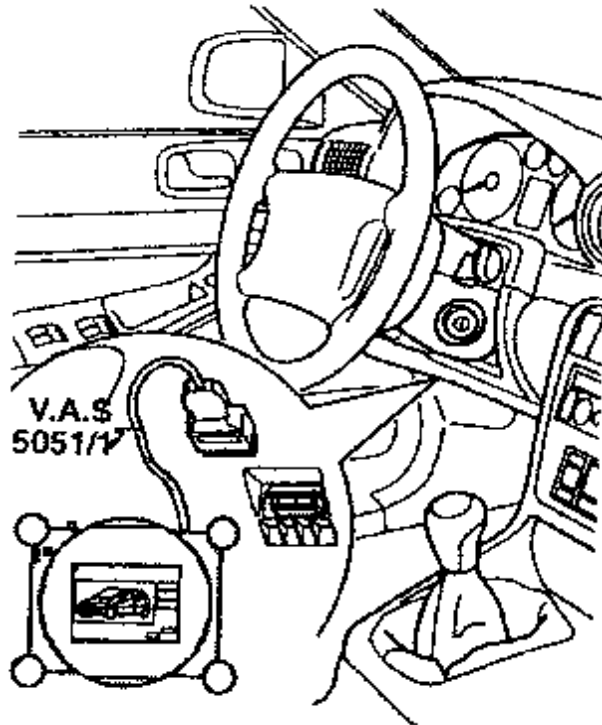

图 8-64 连接 V.A.S5051
(1) 如图 8-64 所示, 连接 V.A.S5051 或者 V.A.G1551。诊断插头位于前左侧下护板内。